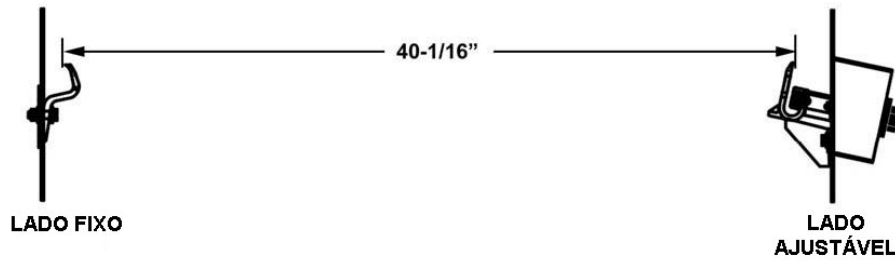

Figura 6-3 Ajuste do lado móvel
2. Enganche a extremidade da fita métrica no dedo do meio do lado fixo (Figura 6-3), e meça toda a extensão até o dedo do meio do lado ajustável. O ajuste está correto se a distância for exatamente 40-1/16" (1018 mm). Se incorreto, libere a tensão e siga para o passo 3.
20 - Instale o segundo conjunto de tencionamento, e então verifique o espaçamento exigido de 40-1/16" (1018 mm) entre os dedos fixos e móveis como mostrado na Figura 6-3.